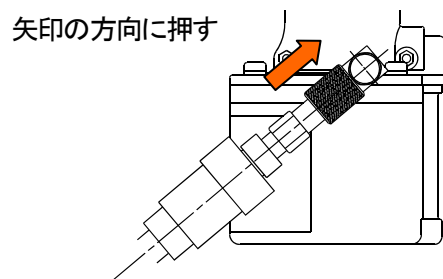

図4-3
- ① 圧縮空気を供給する。(OSバルブを開く)(図4-3)